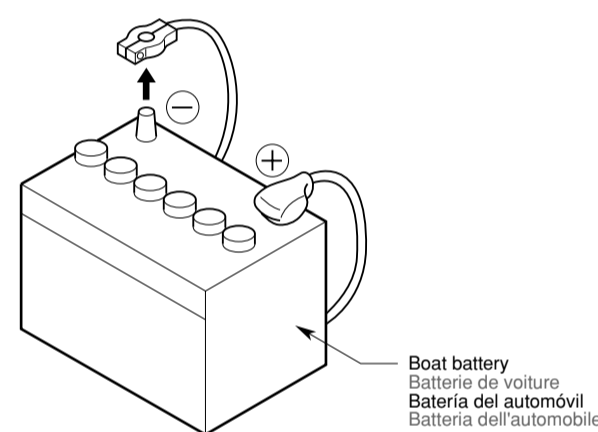

Figure 1 / Figure 1 / Figura 1 / Figura 1
3. Be sure to disconnect the battery's "G" terminal before beginning the installation. This is to prevent short-circuiting. (Figure 1)
3. Raccordez bien la borne "G" de la batterie avant de procéder à l'installation. Ceci a pour but d'éviter les courts-circuits. (Figure 1)